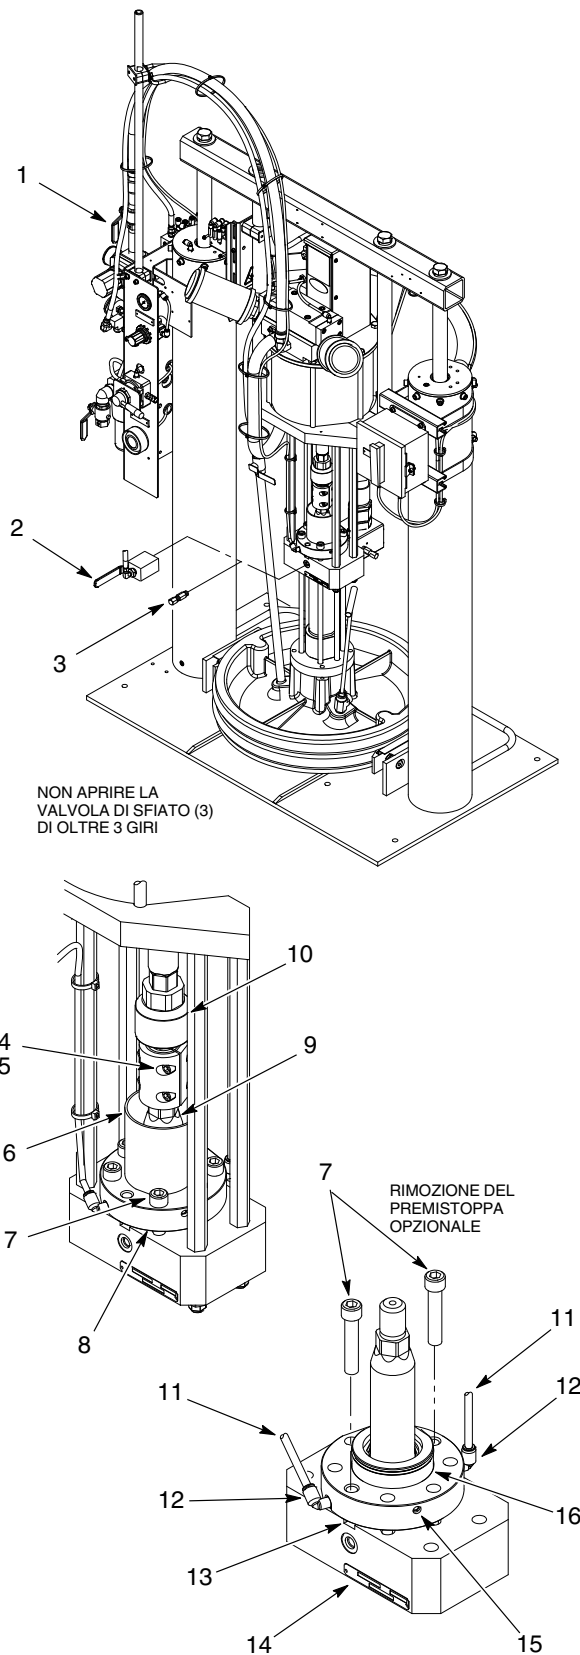

Figura 1 Rimozione del premistoppa
La valvola di blocco del motore ad aria è l'elemento 1 nella figura 1.
ACCESO	1. Vedi figura 1. Far funzionare il motore ad aria finché il giunto (5) è accessibile.
SPENTO	10. Montare una metà del giunto (2) come illustrato. Usando una chiave da $15/16$ in. regolare l'albero del giunto per ottenere una distanza di 0,76-2,54 mm (0.030-0.100 in.) tra l'albero del giunto e l'asta dello stantuffo (4). 11. Montare la metà restante del giunto (2). Accertarsi che le distanze tra i lati delle metà del giunto siano uguali. 12. Applicare Loctite 242 sui filetti delle viti del giunto (3). Inserire le viti del giunto. Serrare le viti a 10-21 N•m (14-16 ft.-lb). 13. Usando lubrificante Mobil SHC 634, riempire la coppa della camera del solvente (5) fino a 0.75 in. dall'alto. 14. Vedi figura 1. A seconda del proprio sistema, chiudere la valvola a sfera (2) o la valvola di spurgo (3).